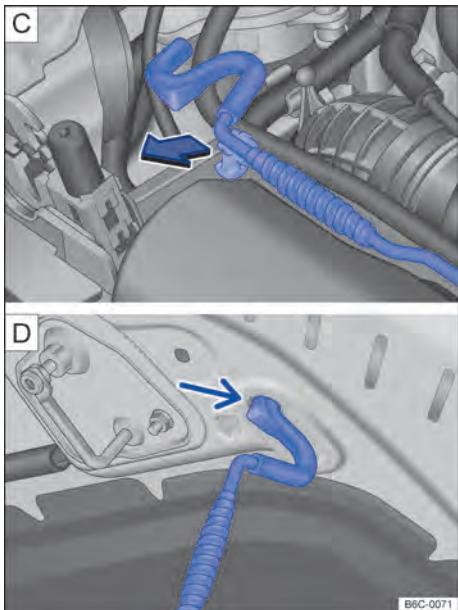

Fig. 162 **C** Haste de sustentação da tampa do compartimento do motor. **D** Tampa do compartimento do motor apoiada na haste de sustentação.
- Retirar a haste de sustentação do suporte no sentido da seta → **Fig. 162** **C** e posicioná-la na abertura na tampa do compartimento do motor → **Fig. 162** **D**.
- Retirar a haste de sustentação do furo → **Fig. 162**  e encaixá-la no suporte do fecho → **Fig. 162**